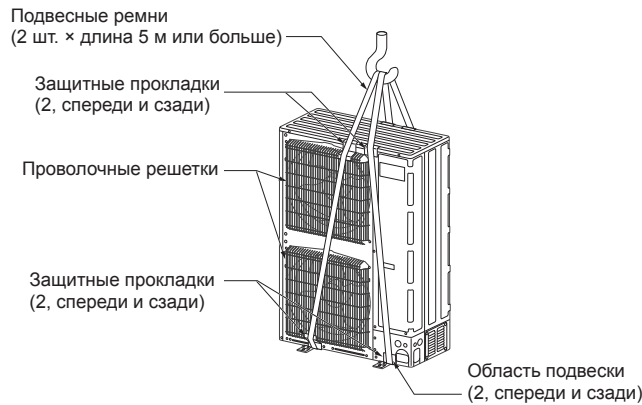

Fig. 2-2
2.3.1. Подвешивание блока (Fig. 2-2)